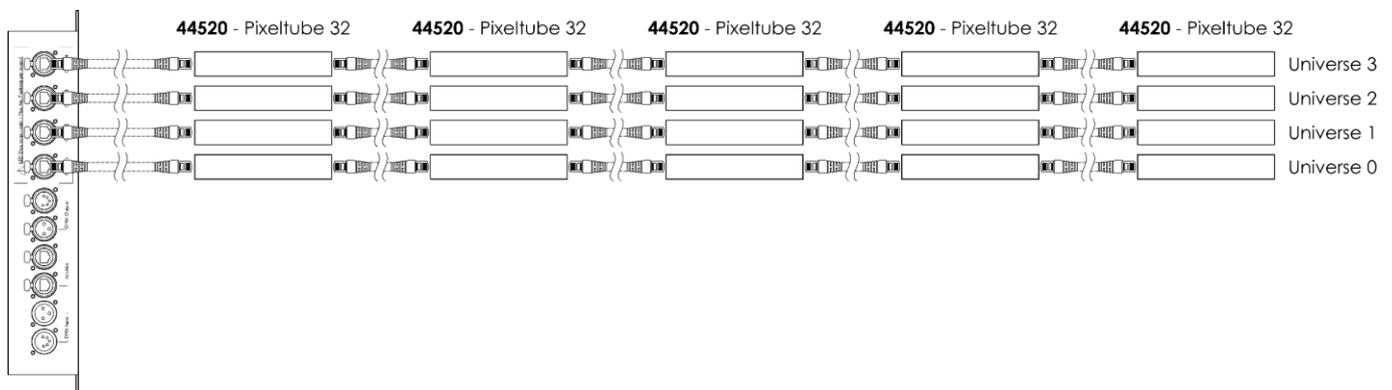

Fig. 06
Conecte el puerto de salida de la unidad Pixel Controller al **conector RJ45 de entrada (03)** de la unidad Pixeltube mediante un cable CAT (10 m máx.). Para obtener más información sobre la conexión del suministro de corriente véase la Fig. 06 de la página 10 y consulte el manual del usuario de la unidad Pixel Controller (44510).
- 04) Repita el paso 3 para conectar hasta 5 unidades Pixeltube por salida como se indica en la Fig. 06 de la página 10.